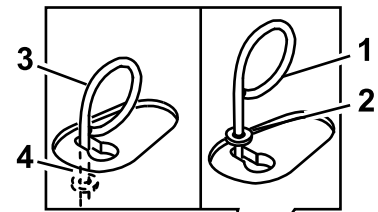

Figura 29
2. Mueva la palanca a la parte más ancha de la ranura (Figura 29).
3. Empuje la palanca hacia abajo hasta que la arandela esté por dentro del bastidor (Figura 29).
4. Mueva la palanca a la parte estrecha de la ranura, y suelte la palanca (Figura 29).
2. Mueva la palanca de la válvula de alivio a la parte más ancha de la ranura (Figura 29).
3. Tire de la palanca hacia arriba hasta que la arandela esté por fuera del bastidor (Figura 29).
4. Mueva la palanca de la válvula de alivio de nuevo a la parte estrecha de la ranura, y suelte la palanca (Figura 29).